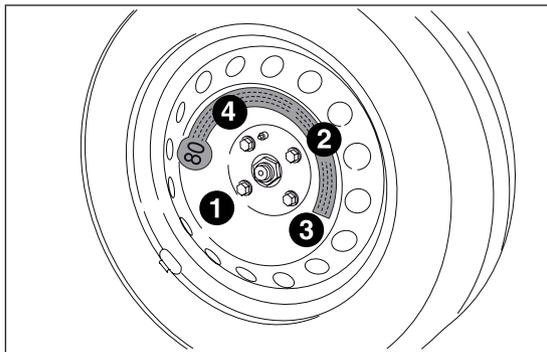

fig. 120
- mediante l'utilizzo della chiave A, avvitare a fondo i bulloni, passando alternativamente da un bullone a quello diametralmente opposto, secondo l'ordine numerico illustrato in fig. 120;